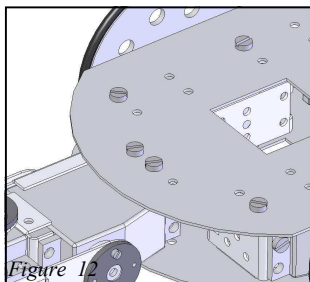

Figure 12
Étape 3 : Visser la pince avec 2 vis 3mm (5) sur le châssis (4), puis visser de l'autre côté avec 2 vis de 3 mm . Voir les figures 12 & 13.